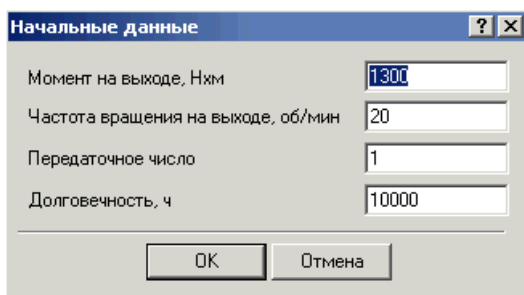

Рис. 3.3 Диалоговое окно Начальные данные.
**Начальные данные** – команда вызывает диалоговое окно (рис. 3.3) ввода начальных данных.
Затем Вы должны задать начальные данные для расчета параметров, используя команду **Начальные данные**. Вызов производится нажатием кнопки , либо выбором соответствующего пункта меню. В появившемся диалоговом окне (рис. 3.3) вводятся следующие параметры: